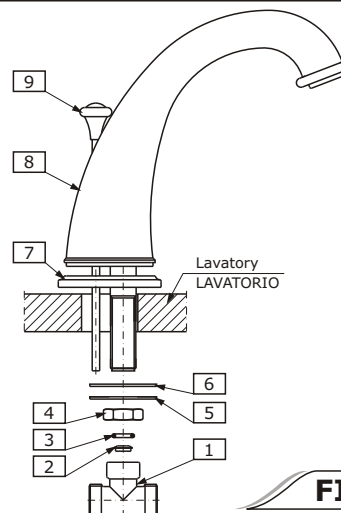

FIG. 4
- Insert spout base (7) and center over side hole of mounting surface. Insert spout shank through the central hole in the deck.
- Position spout (8) onto spout base (7). Place rubber washer (6), metal washer (5) and mounting nut (4) over the shank and tighten the underside of the deck.
- Insert nozzle (2) and seal o-ring (3) into T-connection (1).
- Screw on the T-connection (1) onto spout shank as shown in fig. 4 firmly but do not overtighten.
- Inserte la base del grifo (7) y centre con el agujero de la superficie de montaje. Inserte el tubo de conexión a través del agujero central en la cubierta.
- Coloque la varilla elevadora (8) sobre la base del grifo (7). Coloque la arandela de goma (6), la arandela de metal (5) y la tuerca de montaje (4) y apriete contra la superficie inferior.
- Inserte el inyector (2) y la empaquetadura de anillo (3) en la conexión „T” (1).
- Ajuste la conexión „T” (1) sobre el tubo de conexión según lo demostrado en la fig. 4 firmemente pero no apriete demasiado.